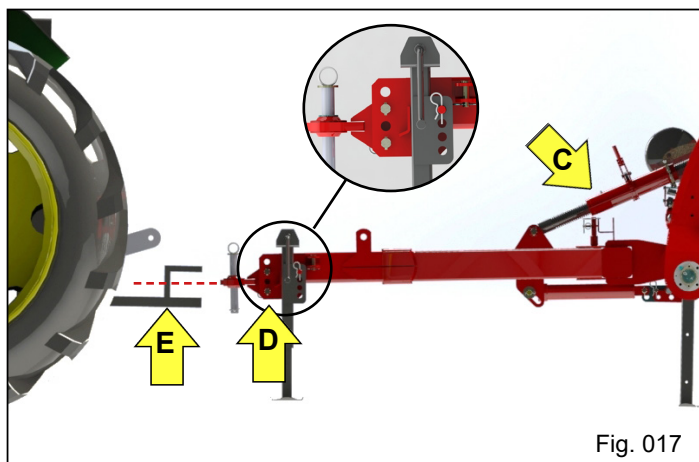

Fig. 017
a) Utilizando o regulador do cabeçalho "C" e o engate com rótula "D", ajuste a altura do engate do cabeçalho à barra de tração do trator "E" (Fig. 017);